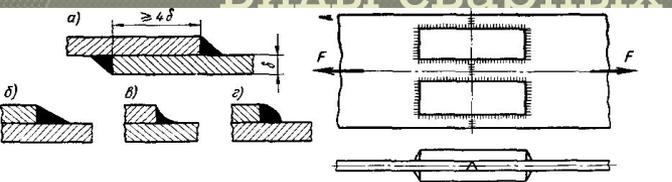
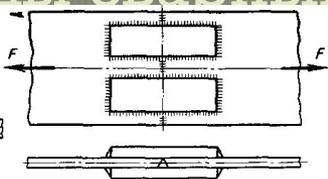
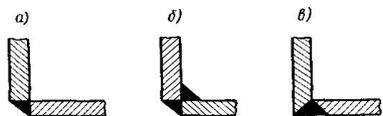
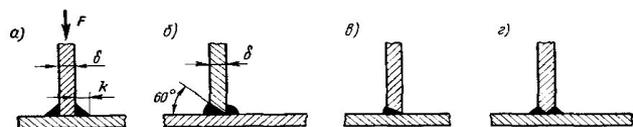

Рис. 3.2
Рис. 3.3
Рис. 3.4
Рис. 3.5
В зависимости от расположения соединяемых частей различают следующие виды сварных соединений: *стыковые* (рис. 3.1, о... е), *нахлестанные* (рис. 3.2, а...г), *с накладками* (рис. 3.3), *угловые* (рис. 3.4, а...е), *тавровые* (рис. 3.5,а...г).
*одной с другой стороны* (а, в, е); *односторонними* со *стальными привариваемыми или медными отъемными подкладками* с другой стороны (б, г) и *двусторонними* (д). Угловые швы по форме подготовленных кромок деталей различают: *без скоса кромок* (см. рис. 3.2- 34 о б- 35 а) *со скосом одной кромки* (см. рис. 3.4, в; 3.5, б, в) и *со скосом двух кромок* (см. рис. 3.5, г). По характеру выполнения они бывают *односторонними* (см. рис. 3.4, а, «; 3.5, в) и *двусторонними* (см. рис. 32 в- 346-3.5, в, б, г).